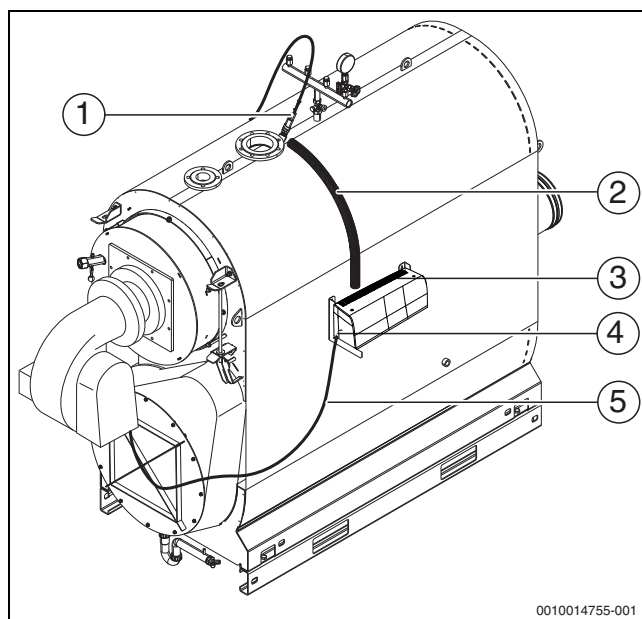

Рис. 23 Монтаж кабеля горелки
Датчики предохранительного ограничителя температуры (STB) и регулятора температуры (TR) должны устанавливаться на месте монтажа оборудования на верхней стороне котла (→ рис. 23, стр. 27).
Точка замера находится сверху на корпусе котла (→ рис. 23, [1], стр. 27).